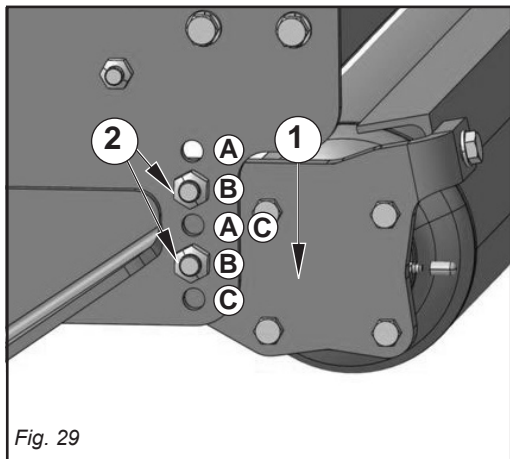

Fig. 29
La macchina è fornita di rullo posteriore (1 Fig. 29) e raschiafango regolabile manualmente. Per regolare il rullo procedere come segue:
- Togliere i bulloni (2 Fig. 29).
Maskinen leveres med bagvalse (1 Fig. 29) og manuelt indstillelig mudderskraber.
- Fjern boltene (2 Fig. 29).